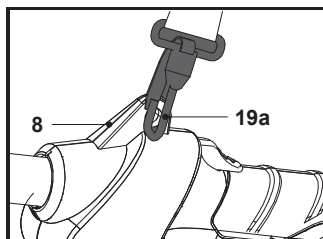

Fig. 13
2. Ajuster la longueur du harnais (19) de façon à ce que le clip de fixation (19a) se trouve à environ 15 cm en dessous de votre taille.
3. Fixer le clip de fixation (19a) à la boucle de l'anneau de suspension (8) (Fig. 13).